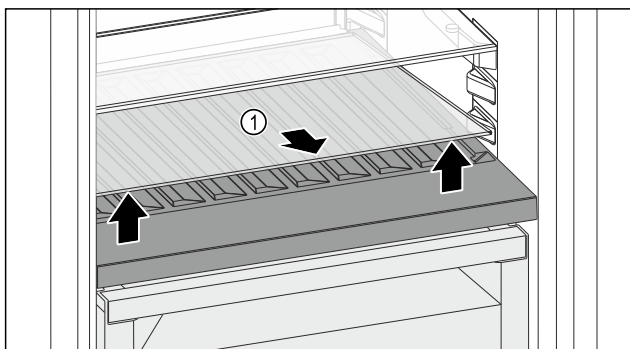

Fig. 170
- Skleněnou desku Fig. 170 (1) zvedněte za vybrání vpředu a vyjměte ji.
- Skleněnou desku Fig. 170 (1) uložte bezpečně mimo spotřebič.
- Skleněnou desku (2) vložte pod variabilní přihrádku na láhve.